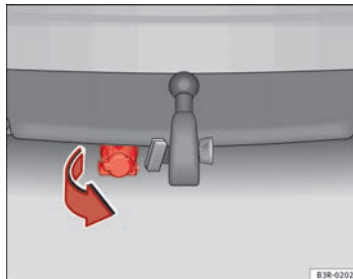

Abb. 172 Hinterer Stoßfänger: Anhängersteckdose nach unten schwenken
- Klappen Sie die Steckdose unter dem Stoßfänger nach unten, um die Kabel des Anhängers anzuschließen ⇒ Abb. 172.